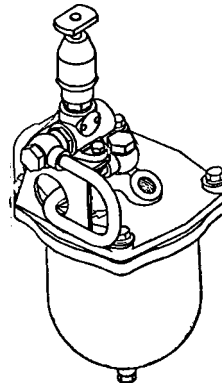
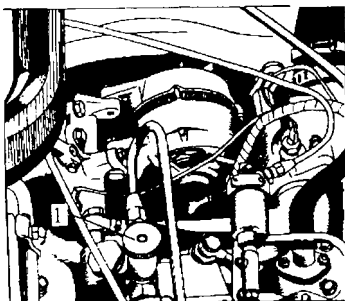

Рис. 11. Топливоподкачивающий насос на топливном фильтре грубой очистки
Рис. 10. Топливоподкачивающий насос для двигателя 7403.10
На автомобилях, укомплектованных двигателями 7403.10, топливоподкачивающий насос 1 установлен на ТНВД (см. рис. 10). На автомобилях, укомплектованных двигателями 740.11-240 и 740.11-300, предусмотрено два варианта установки топливоподкачивающего насоса: на топливном фильтре грубой очистки топлива (см. рис. 11) и на кронштейне, размещенном под хомутом крепления топливного бака.
2. Открыть кран на топливном баке подогревателя и заполнить систему питания подогревателя топливом, сделав несколько качков ручным топливоподкачивающим насосом (см. рис. 10 и 11).